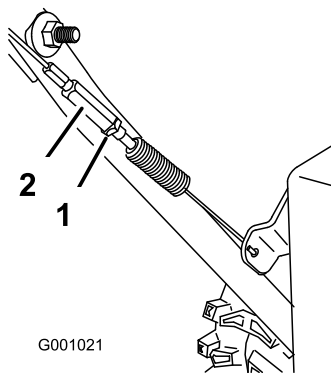

Figura45
3. Strângeți contrapiulița (Figura45).